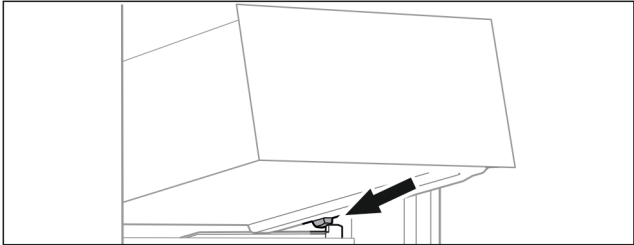

Fig. 59
► 将抽屉斜放在容器肋梁上的止动器后面。(参见 Fig. 59)